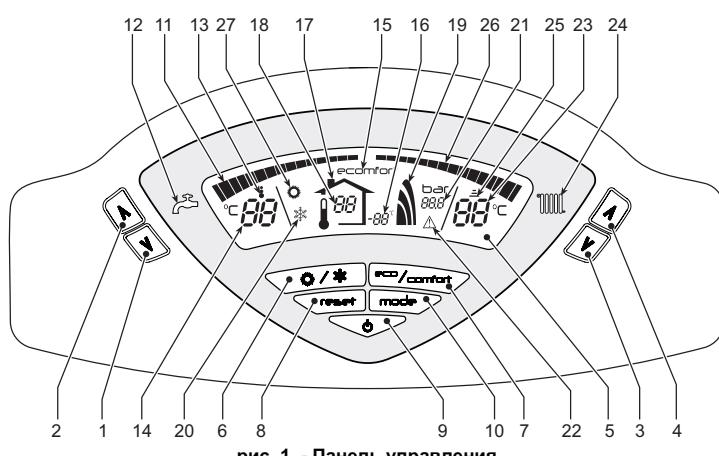
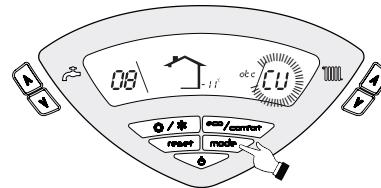

рис. 1 - Панель управления
рис. 11 - Кривая погодозависимого регулирования
Запрос на отопление (со стороны комнатного термостата или устройства ДУ с таймером) сопровождается миганием символа **Работы агрегата в режиме отопления** (поз. 25 - рис. 1).
Индексные метки с подсветкой системы отопления (поз. 26 - рис. 1) зажигаются по мере приближения измеряемой датчиком температуры к заданному значению.
Запрос на горячее водоснабжение (в результате забора горячей воды) сопровождается миганием символа **Работы агрегата в режиме горячего водоснабжения** (поз. 13 - рис. 1). Убедитесь, что функция Comfort (поз. 15 - рис. 1) находится в активном режиме
Индексные метки с подсветкой системы ГВС (поз. 11 - рис. 1) зажигаются по мере приближения измеряемой датчиком температуры к заданному значению.
При включенной системе нагрева воды в бойлере (заводская установка) на дисплее отображается символ режима COMFORT (поз. 15 - рис. 1); наоборот, если система нагрева выключена, на дисплее высвечивается символ режима ECO (поз. 15 - рис. 1)
Бойлер может быть выключен пользователем (режим ECO) нажатием кнопки eco/comfort (поз. 7 -). Для включения режима "КОМФОРТ" снова нажмите кнопку "Экономичный"/"Комфорт" (поз. 7 -).рис. 1
Нажмите кнопку Вкл/Выкл (поз. 9 - рис. 1) на 1 секунду.
Для повторного включения котла снова нажмите кнопку Вкл/Выкл (поз. 9 рис. 1) на 1 секунду.
- Нажмите кнопку ВКЛ/ВЫКЛ (9 - рис. 1)
Нажмите клавишу Лето/Зима (поз. 6 - рис. 1) на 1 секунду.
На дисплее высвечивается символ "Лето" (поз. 27 - рис. 1): При этом котел будет вырабатывать только воду для ГВС. Остается активной система антизамерзания.
Для выключения режима "Лето" вновь нажмите клавишу Лето/Зима (Поз. 6 - рис. 1) на 1 секунду.
Температура в системе отопления регулируется в пределах от 30°C до 85°C с помощью клавиш (дет. 3 и 4 - рис. 1).
Температура в системе ГВС регулируется в пределах от 10°C до 65°C с помощью клавиш (поз. 1 и 2 - рис. 1).
При наличии датчика температуры наружного воздуха (опция) на дисплее панели управления (поз. 5 - рис. 1) отображается измеряемая этим датчиком температура. При этом система управления котлом работает в режиме "Плавающая температура". В этом режиме температура воды, подаваемой в систему отопления, регулируется в зависимости от внешней температуры в помещении, что позволяет обеспечивать круглогодичный максимальный комфорт и экономию энергии. Так, при повышении внешней температуры понижается температура подачи воды в систему отопления, что производится по определенной "кривой погодозависимого регулирования".
В режиме плавающей температуры величина, заданная с помощью кнопок регулировки температуры в системе отопления (поз. 3 и 4 - рис. 1), становится максимальной температурой воды, подаваемой в систему отопления. Рекомендуется устанавливать ее на максимальную величину, чтобы позволить системе выполнять регулировку во всем полезном рабочем диапазоне.
При однократном нажатии клавиши Режим (поз. 10 - рис. 1) на дисплее высвечивается текущая кривая погодозависимого регулирования (рис. 11), которую можно изменить с помощью клавиш задания температуры воды ГВС (поз. 1 и 2 - рис. 1).